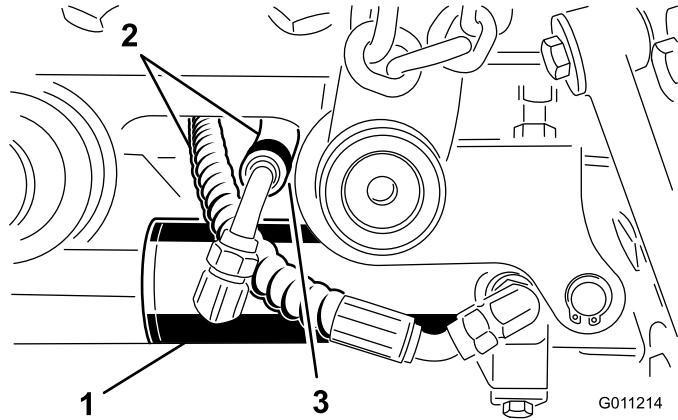

図 13
6. 昇降シリンダの右端を右昇降アームに連結する (ピン 1 本とスペーサ 2 個) (図 13)。リテナ・リングで固定する。
注 昇降アームを完全に上昇させた状態で、ホースが 図 13 のようなルートで通ることが必要です (隙間の大きさが 1~3mm)。